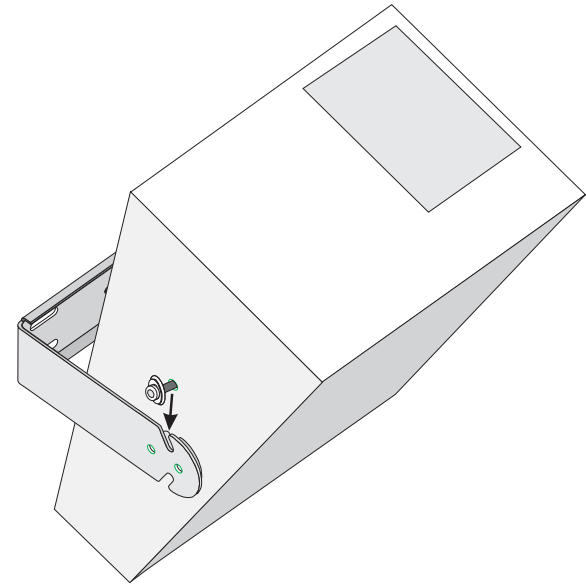

Figura 3- Instalación del altavoz usando las ranuras abiertas.
Paso 5a. Si usa las ranuras abiertas, instale los tornillos de montaje, las arandelas y las arandelas de chaveta seccionada enroscando los tornillos aproximadamente hasta la mitad. Levante el altavoz para colocarlo en su lugar y alinee los tornillos con las ranuras abiertas (Figura 3); colóquelo en su lugar y apriete a mano los tornillos. Incline el altavoz en el ángulo deseado y apriete firmemente los tornillos. Para una instalación más permanente, use los orificios para tornillos prisioneros.